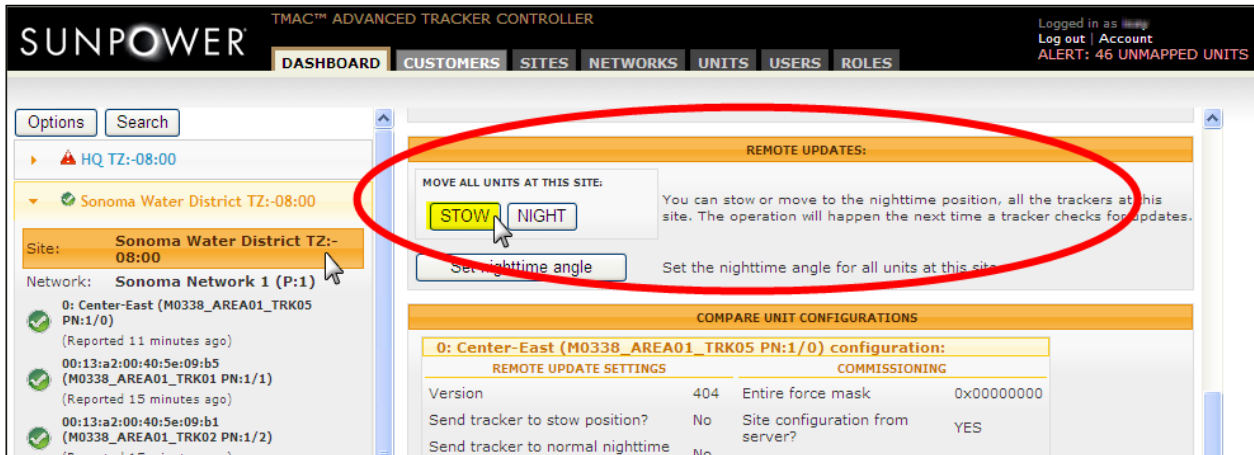

Fig. B46
- a. Click **STOW** (Fig. B46).